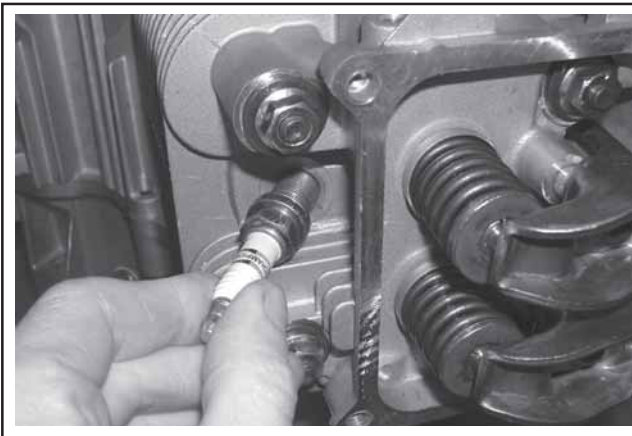

Figure 11-44. Installation des bougies.
3. Installer les bougies neuves et les serrer à un couple de **24,4-29,8 N·m (18-22 ft. lb.)**. Voir la Figure 11-44.